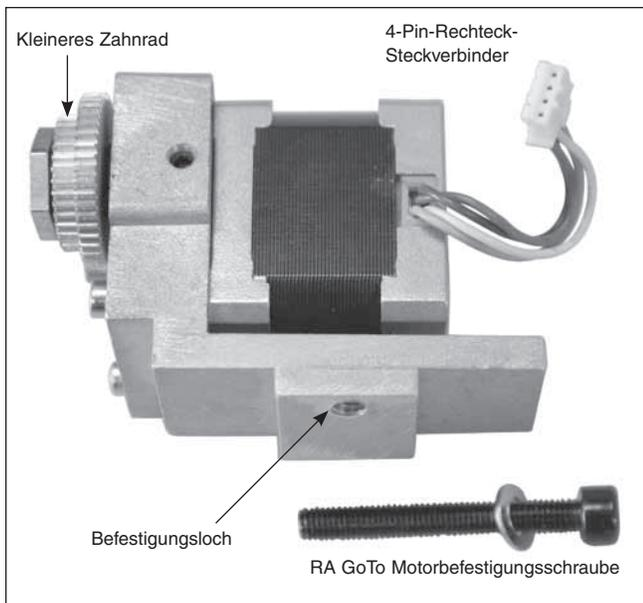

Abbildung 3. Die RA GoTo Motorbaugruppe
3. Die RA GoTo Motorgruppe wird durch die den rechteckigen 4-Pin-Stecker identifiziert und ist mit dem Motorkörper verbunden (**Abbildung 3**). Der Motor wird an der Halterung durch eine 40mm lange Innensechskantschraube befestigt, die durch das Loch in der Rückseite der Montierung, direkt durch die hinterer Schwenkhebel für die Breitengradeinstellung geht (**Abbildung 4**). Es wird hilfreich sein, die hintere Schwenkhebel für die Breitengradeinstellung zu entfernen, während der Installation des RA GoTo-Motor. Legen Sie eine der 10mm Unterlegscheiben auf die RA Motorbefestigungsschraube. Befestigen Sie die RA Motor Befestigungsschraube am Ende des 4 mm Innensechskantschlüssels und schieben Sie es durch das Loch in der Rückseite der Montierung (**Abbildung 4**). Halten Sie das RA GoTo-Laufwerk in der Hand damit das Gewindeloch die Schraube trifft, wenn sie aus dem anderen Ende des Loches kommt. Führen Sie die Schraube in die Gewindebohrung der RA Motorbaugruppe, bis sie sicher ist, aber ziehen Sie nicht zu fest an. Sie müssen kleine Anpassungen an der Motorposition in den folgenden Schritten vornehmen.